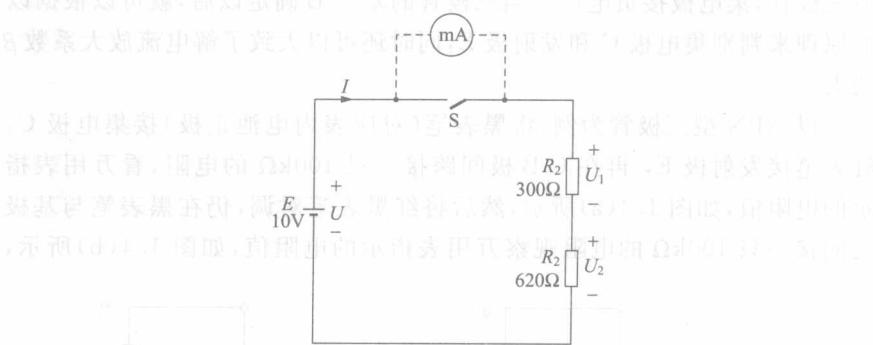

图 1.5 直流电压、电流的测量
测量电路如图 1.5 所示。
- ① 调整直流电源 E 的输出电压为 10V。在接线时要切断直流电源的开关。
- ② 连接图 1.5 所示的电路。
- ③ 接通直流电源 E 的开关。
- ④ 接通开关 S, 用万用表的直流电压挡测量电源电压 U 和电阻电压  $U_1, U_2$ 。
- ⑤ 断开开关 S, 用万用表的直流电流挡测量电流。
⑥ 断开电源,用万用表的欧姆挡测量  $R_1$ 、 $R_2$ ,记录在表 1.2 中。